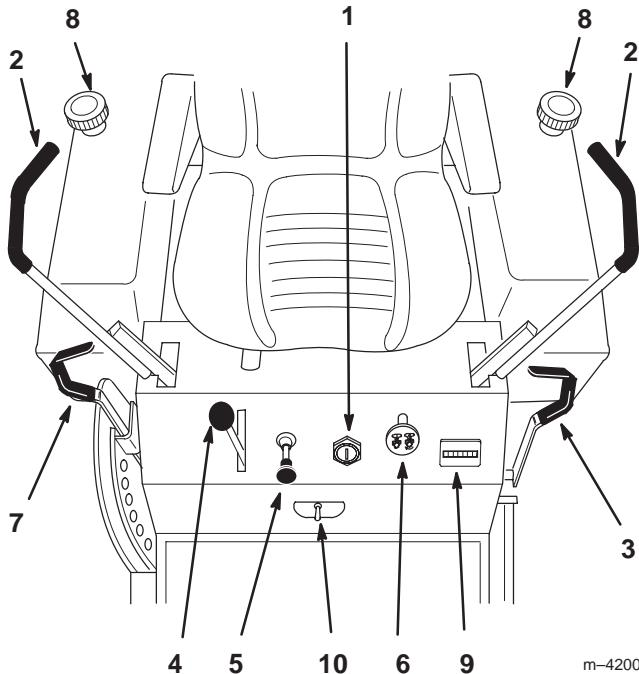

Figure 12
Avant de mettre le moteur en marche et d'utiliser la machine, familiarisez-vous avec toutes les commandes (Fig. 12).
- Mettez les leviers de commande de déplacement (Fig. 12) en position de verrouillage du point mort.